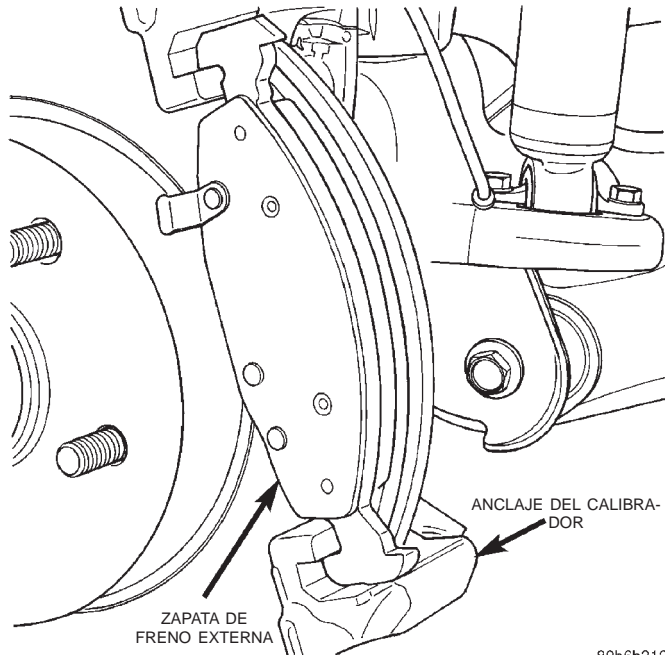

Fig. 31 Zapata de freno externa
(10) Retire la zapata de freno externa (Fig. 31) del anclaje del calibrador.
(2) Instale la zapata de freno externa en el anclaje del calibrador (Fig. 31).
(3) Lubrique los pasadores deslizables y los casquillos de pasadores deslizables con grasa Dow Corning® G807 o la grasa provista con las zapatas.
(4) Instale el calibrador en el anclaje del calibrador.
(5) Instale los pasadores deslizables del calibrador y apriételos con una torsión de 29-41 N·m (21-30 lbs. pie).
(6) Instale las tapas de los casquillos de pasadores deslizables del calibrador.
(7) Instale el muelle de soporte del calibrador en el extremo superior del calibrador y debajo del anclaje. A continuación, instale el otro extremo dentro del orificio inferior del calibrador. Mantenga el muelle den-